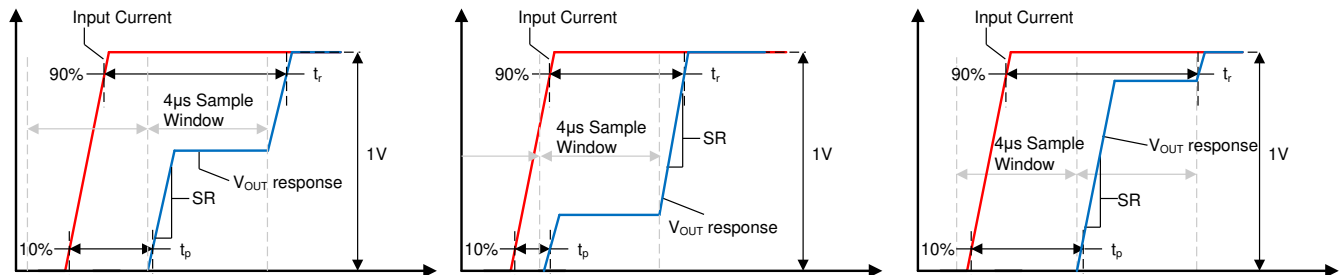

図 8-3. 小電流入力ステップの過渡応答
スルーレート (SR) は、図 8-3 に示すように、単一積分ステップの出力遷移における V_{OUT} の変化率として定義されます。デバイスは多くの場合、最終値の 90% への完全なセトリングに達するために 2 つのサンプリング時間を必要とするため、このスルー・レートは全出力スイングの 10% から 90% までの遷移時間とは一致しません。
伝搬遅延は、入力電流波形が最終値の 10% に達してから、 V_{OUT} が最終値の 10% に達するまでの時間です。この伝搬遅延時間は、入力電流ステップの整列と、TMCS1108 のサンプリング期間に大きく依存します。いくつかの異なるサンプリング期間の例を、図 8-3 に示します。
応答時間は、出力で 1V の遷移を引き起こすのに十分な入力電流ステップについて、入力電流が最終値の 90% に達してから、出力が最終値の 90% に達するまでの時間です。3 つの異なる時間における TMCS1108 の応答時間を、図 8-3 に示します。1 つのサンプリング・ウィンドウの開始時にステップ入力が発生しない限り、応答時間には 2 つのサンプリング間隔が含まれます。